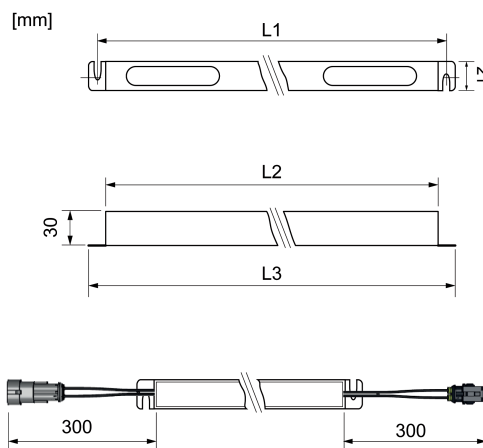

Bild 4: Maßzeichnung [mm]
- In der Nut Bohrungen für die Befestigung der Leuchten vorbereiten. Für den Abstand der Bohrungen Maßzeichnung beachten (Bild 4).